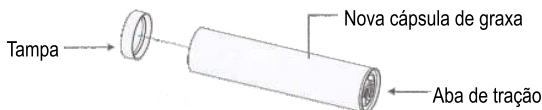

Fig.3
- 4.Remova a tampa da cápsula de graxa e insira a cápsula no tubo do recipiente. Depois remova a aba de tração. Veja a Fig. 3.